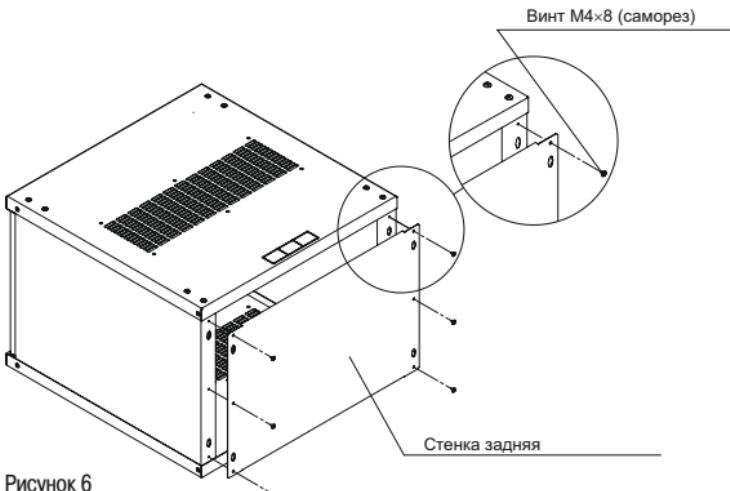

Рисунок 6
4.1.3.3 Установите стенку заднюю, совместив отверстия в стенке с отверстиями на боковых рамках и зафиксировав ее шестью винтами M4×8 (рисунок 6).